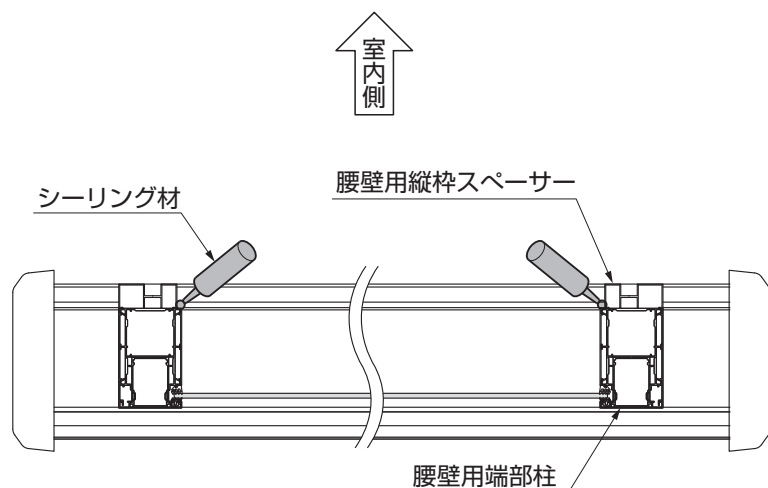
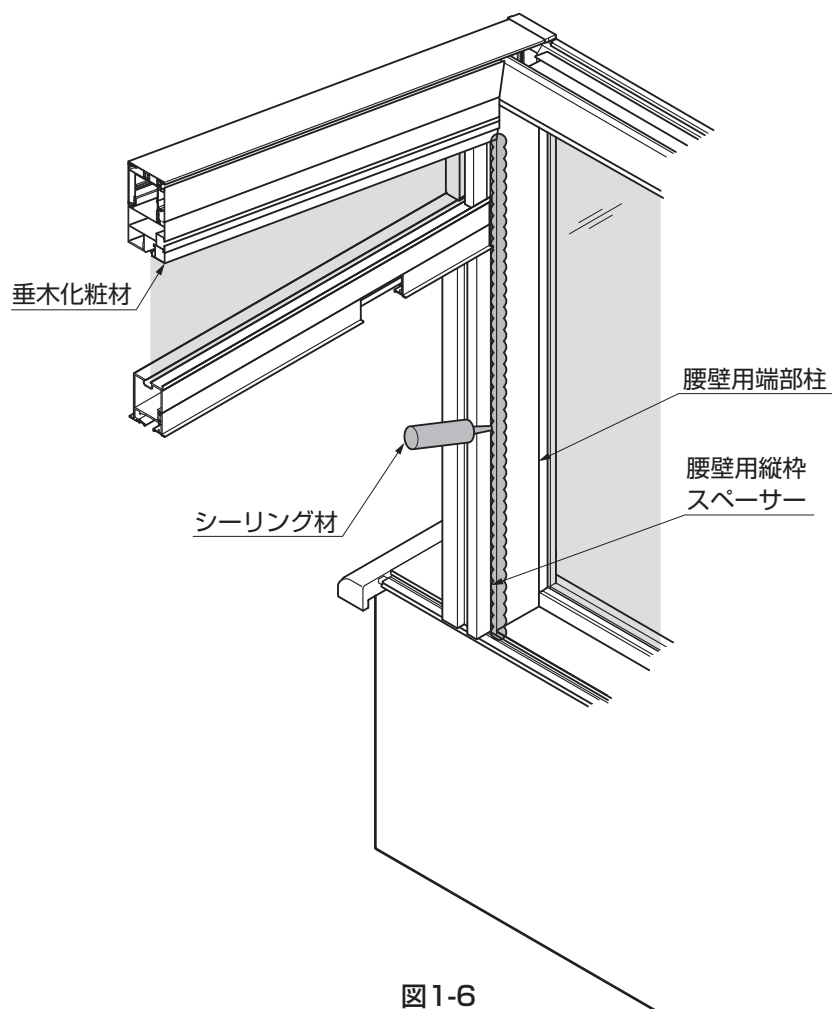

図1-5
図1-6
(図1-5、図1-6参照)
- 指定の箇所には、必ず雨水侵入防止のため、シーリングをしてください。(図1-5、図1-6参照)